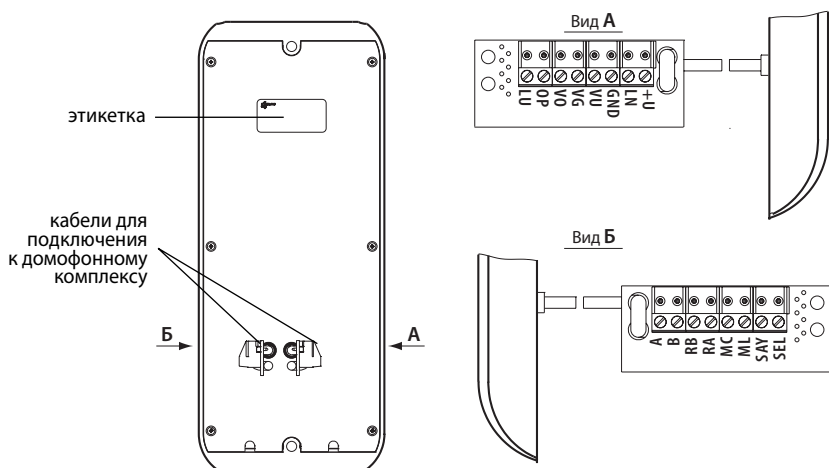

Рис.2 Внешний вид блоков вызова серии DP5000 со стороны задней крышки
**С тыльной стороны БВ** выходят 2 кабеля, которые оканчиваются печатными платами с разъемными клеммными колодками (**рис. 2**). Они предназначены для подключения БВ к другим блокам ДК. Платы имеют маркировку с наименованием сигналов БВ, расположенную со стороны установки клеммных колодок. Так же с тыльной стороны находится этикетка с логотипом фирмы, наименованием изделия, и датой изготовления.
### Вид А (рис. 2):
### Вид Б (рис. 2):